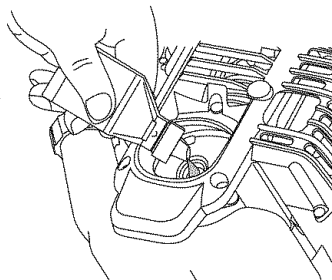

Fig. 12
- Vierta todo el contenido de la botella de aceite en el cigüeñal (Fig. 12).